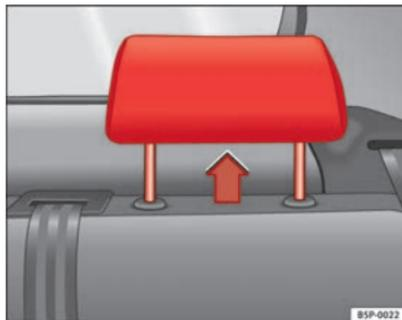

Fig. 5 Encostos de cabeça em posição de utilização
- Três posições **de utilização** ⇒ Fig. 5. Nestas posições, o encosto de cabeça funciona como um encosto de cabeça convencional, protegendo juntamente com o cinto de segurança os passageiros dos lugares traseiros.